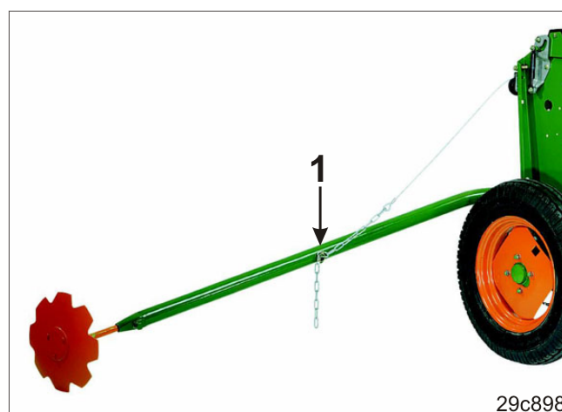

Рис. 167
5. Зафіксуйте ланцюг за допомогою шплінта (Рис. 167/1).